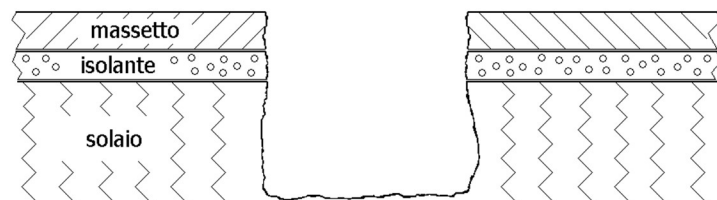

Fig. 2: sede di posa del POZZETTO SCARICO LATERALE SIFONATO
- creare uno spazio sufficiente per la posa del pozzetto (vedi Fig. 2) facendo attenzione che tra il fondo del pozzetto e il fondo dello scavo realizzato ci siano almeno 6 cm di aria;